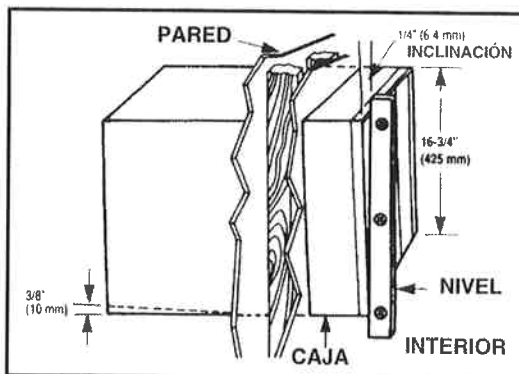

Fig. 13 - Inclinación típica de la caja hacia el exterior
Empuje el chasis dentro de la caja hasta donde sea posible. Verifique otra vez la inclinación hacia el exterior. Ver Fig. 13.
- La unidad debe instalarse con una ligera inclinación hacia el exterior para impedir que el agua gotee hacia el interior. Ver la Fig. 13 en "Instalación en pared".